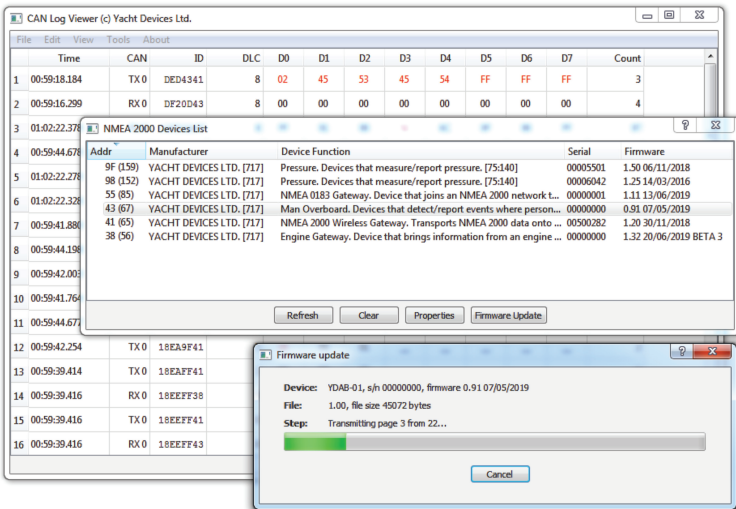

Figure 1. Mise à jour du micrologiciel du bouton d'alarme YDAB-01
2. Cliquez sur le bouton «Actualiser» (voir la figure 1 à la page suivante) dans la fenêtre ouverte et attendez que l'appareil apparaisse dans la liste.